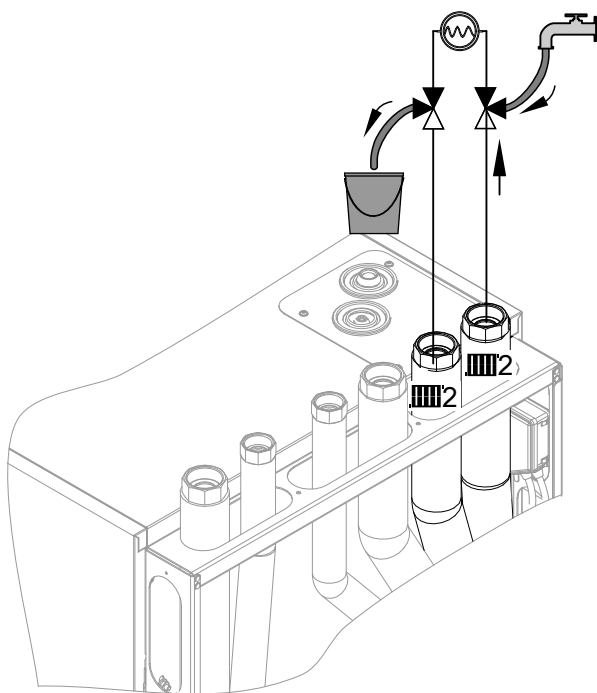

Abb. 62
4. 3-Wege-Kugelhähne im Vor- und Rücklauf Heiz-/Kühlkreis 2 gemäß Abb. 62 öffnen. Heizwasser über den Befüllschlauch einströmen lassen.